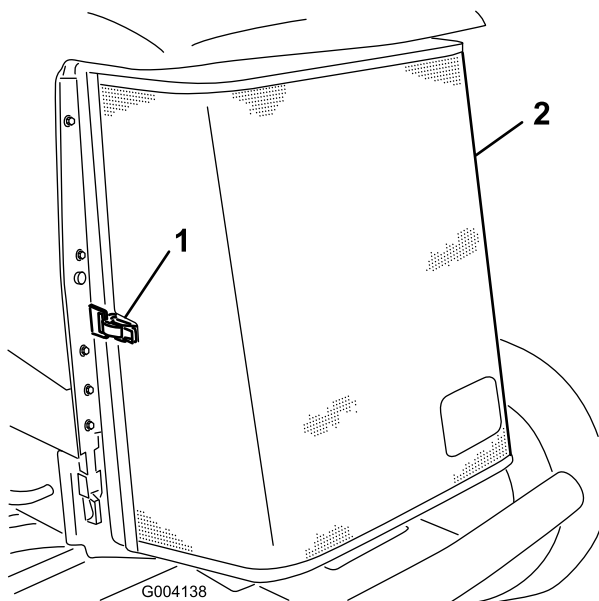

Bild 56
3. Entriegeln Sie den Riegel und drehen Sie das hintere Gitter auf (**Bild 56**).